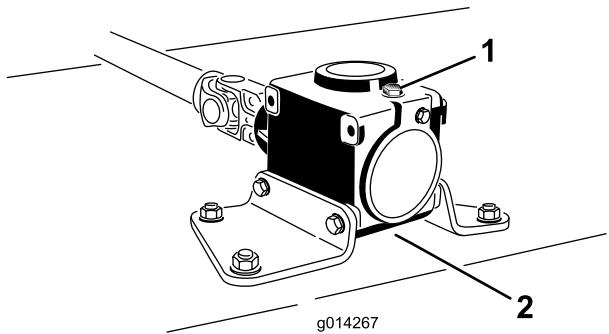

図 42
6. ギアボックスの上部についているディップスティック兼給油プラグ(図 42)を取り、オイルの量が、ディップスティックについている2本のマークの間にあることを確認する。